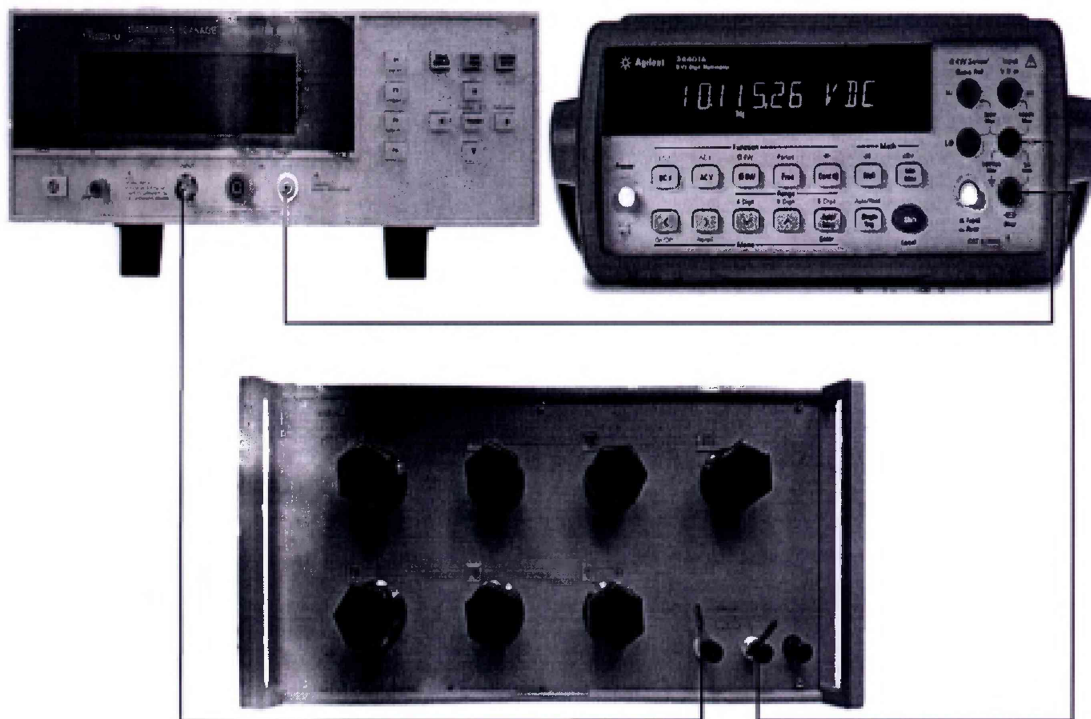

Рисунок 3 – Структурная схема соединения приборов
- разъемы испытуемого измерителя последовательно соединить измерительными проводами с соответствующими разъемами мультиметра цифрового 34401А и меры электрического сопротивления Р3026 (см. рисунок 3);